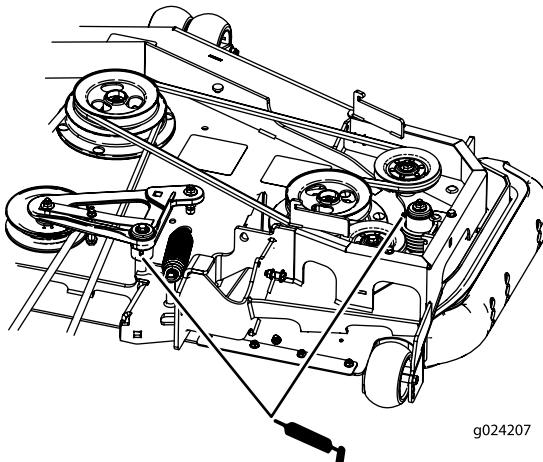

Figura 38
4. Lubrificate i bracci di rinvio della cinghia del piatto di taglio (Figura 38).